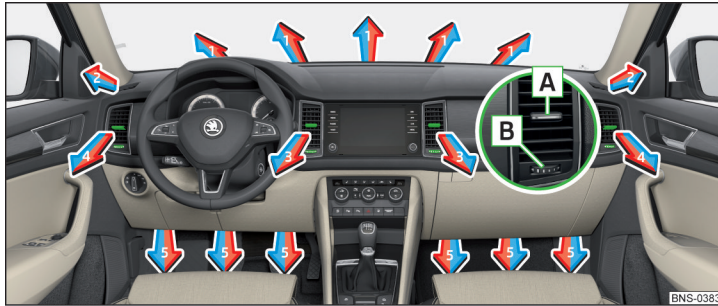
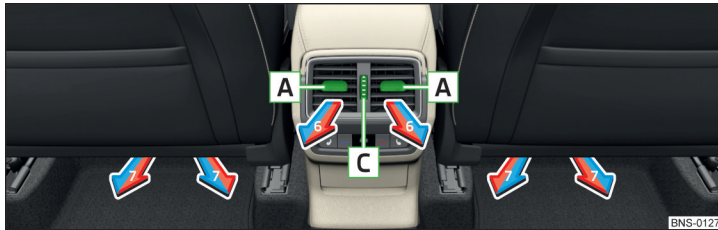

Abb. 167 Luftaustrittsdüsen vorn
Abb. 168 Luftaustrittsdüsen hinten
Bei den Luftaustrittsdüsen **3, 4** » Abb. 167 und **6** » Abb. 168 kann die Luftströmungsrichtung geändert und die Düsen können auch einzeln geöffnet und geschlossen werden.
Die Einstellung der Luftstromrichtung erfolgt durch das Verschieben des Verstellelements **A** » Abb. 167 bzw. » Abb. 168 in gewünschter Richtung.
- › Den Regler **B** » Abb. 167 nach rechts drehen.
- › Den Regler **C** » Abb. 168 nach oben drehen.
- › Den Regler **B** » Abb. 167 nach links drehen.
- › Den Regler **C** » Abb. 168 nach unten drehen.
Richtung des Luftaustritts einstellen	Luftaustrittsdüsen » Abb. 167 und » Abb. 168